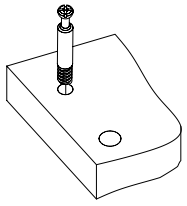
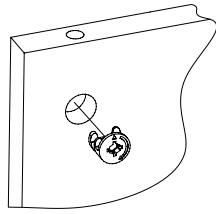

Рис.1
Рис.2
1. Подготовьте детали к сборке. Вкрутите шпильки минификсов в детали 1, 7, 11 (Рис.1). Вставьте головки минификсов в детали 2, 3, 4, 5, 6, 8, 10 (Рис.2).